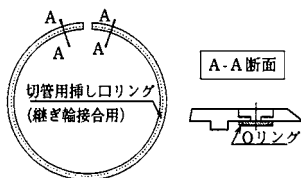

図68 切管用挿しロリング
- (1) 切管用挿しロリング(継ぎ輪接合用：図68)のねじ穴位置にOリング(2ヶ所)が付いていること、異物の付着がないことを確認する。Oリングが外れている場合は、シアノアクリレート系接着剤で取り付ける。